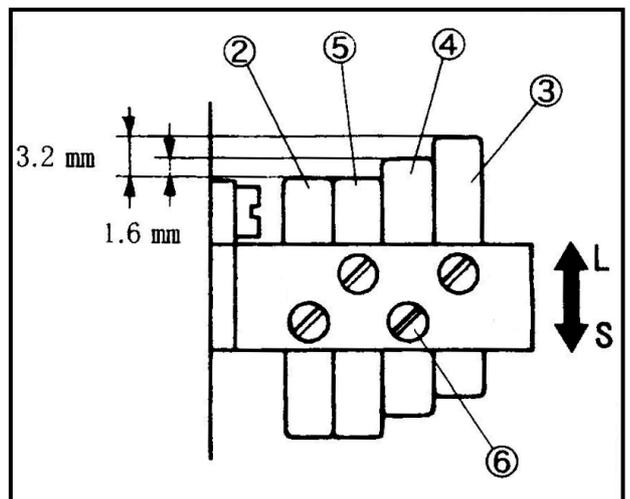

Fig.37
- (2) 第一片 ② 要跟右邊第四針的線平齊。(Fig.37)
- (3) 設定第四片 ③ 離第一片 ② 的高度為 3.2mm。
- (4) 設定第三片 ④ 離第一片 ② 的高度為 1.6mm。
- (5) 設定第二片 ⑤ 離第一片 ② 的高度為 0.8mm。
- (6) 對準後鎖緊螺絲 ⑥。
- (2) Set the top of pin ② even with the needle thread as the fourth right needle. (Fig.37)
- (3) Set the pin ③ 3.2 mm higher than the pin ②.
- (4) Set the pin ④ 1.6 mm higher than the pin ②.
- (5) Set the pin ⑤ even with or 0.8 mm higher than the pin ②.
- (6) Tighten the screws ⑥ securely.